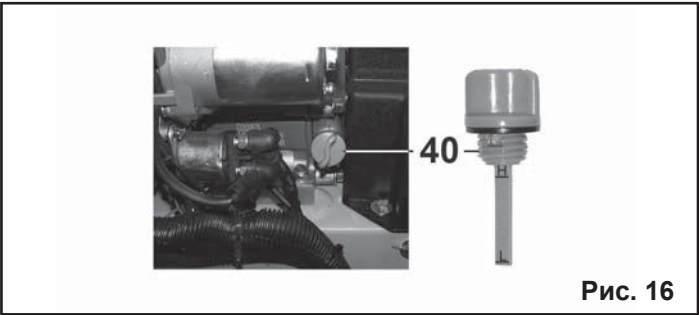

Рис. 16
7.3. Проверка уровня масла в двигателе (Рис.16).